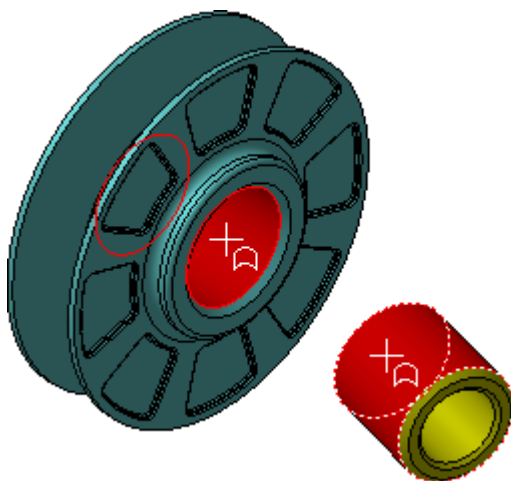

Рисунок 12.
- Укажите цилиндрические грани на Ролике и Втулке (рис.12).